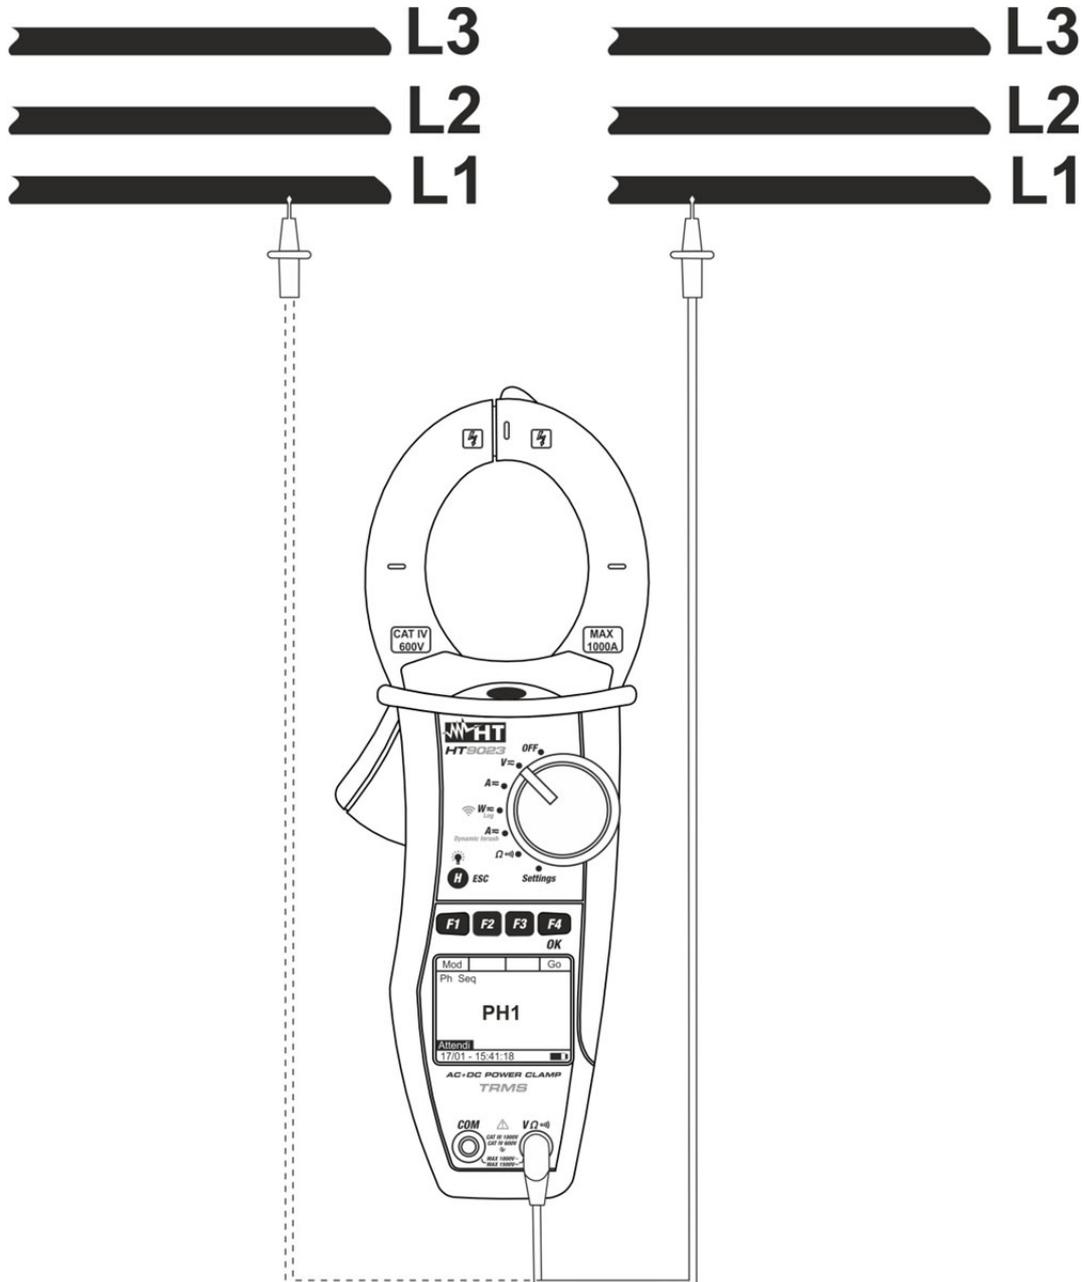

Fig. 8: Verificação da concordância das fases
2. Inserir o cabo vermelho no terminal de entrada  $V\Omega$  e colocar as ponteiros **na fase L1 do primeiro sistema do circuito em exame** (ver Fig. 8)
5. O instrumento apresenta a mensagem "**PH2**" e aguarda pela deteção da fase L1 do segundo sistema. Conectar a ponteira vermelha à fase L1 do segundo sistema (ver Fig. 8)